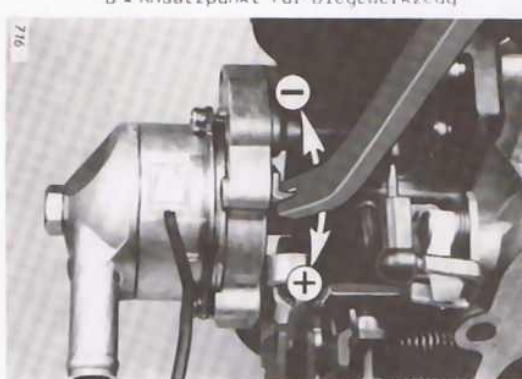

Bild 4 Ansetzen des Biegewerkzeuges
- Biegewerkzeug an Punkt "B" ansetzen und in entsprechender Richtung verbiegen, siehe Bild 4.